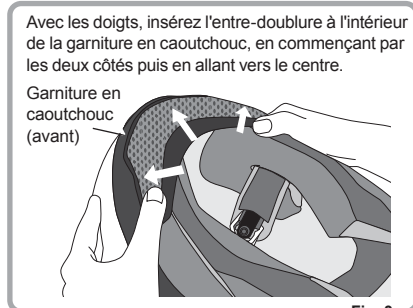

Fig. 3
3. Fixez-le de la même manière, en commençant par les deux côtés puis en allant vers le centre. (Fig. 3)